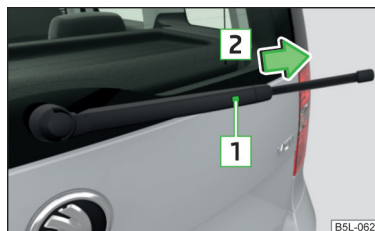

Fig. 192
- › Levante la varilla del limpiaparabrisas separándola del cristal » fig. 192.